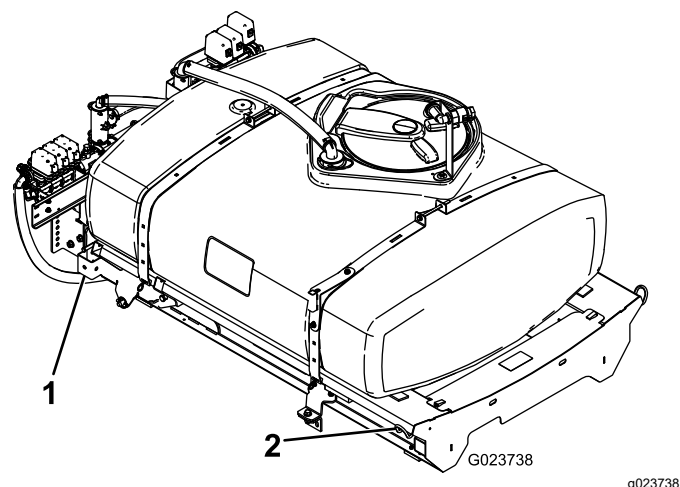

Figura 8
1. Folosind un elevator, ridicai ansamblul rezervor – supapă (Figura 8) i poziionai-l peste cadrul vehiculului, cu ansamblurile pompei i ale supapelor orientate în spate.